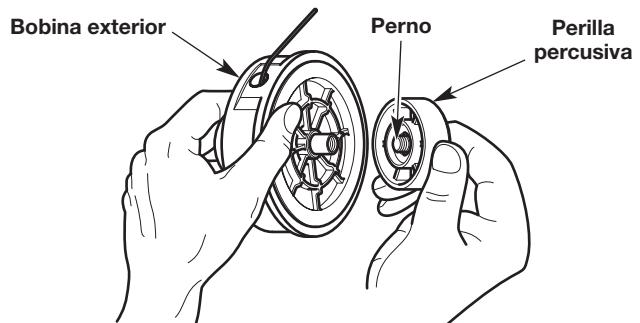

Fig. 16
- Sostenga la bobina exterior con una mano y desenrosque la perilla de impacto en sentido a las agujas del reloj (Fig. 16).